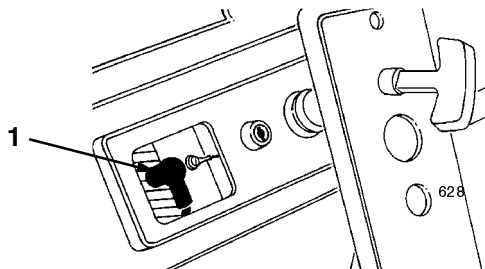

Figure 20
5. Débranchez la bougie (Fig. 20).
1. Enlevez les trois vis qui fixent le panneau de commande au carter (Fig. 20).
3. Enlevez les trois vis qui fixent le panneau de commande au carter (Fig. 20).